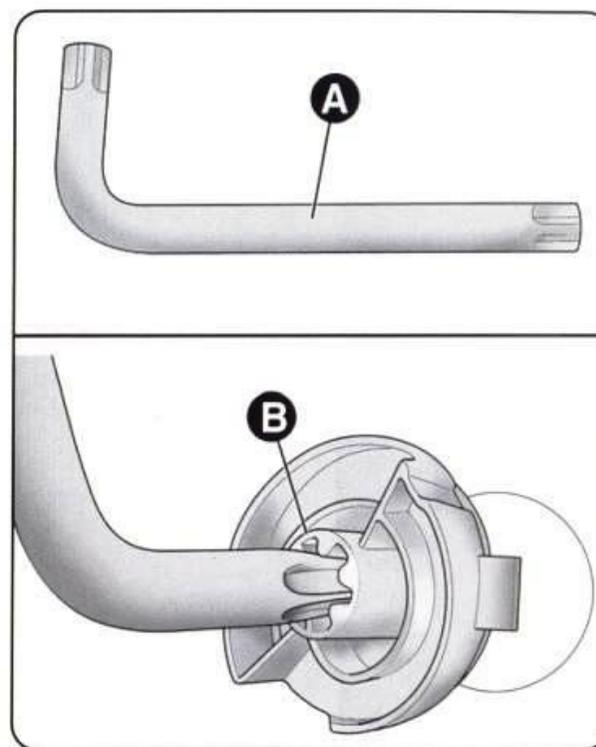

рис. 25
- достаньте ключ А (рис. 25) и вставьте его в отверстие корпуса В;